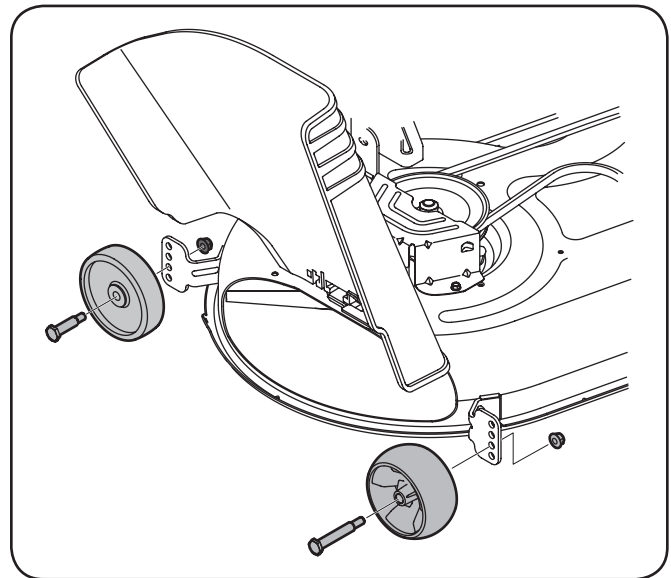

Figure 3-3
- b. Retire las ruedas de calibración delanteras y traseras retirando las tuercas de sujeción y los tornillos con reborde que las ajustan a la plataforma. Vea la Figure 3-3.